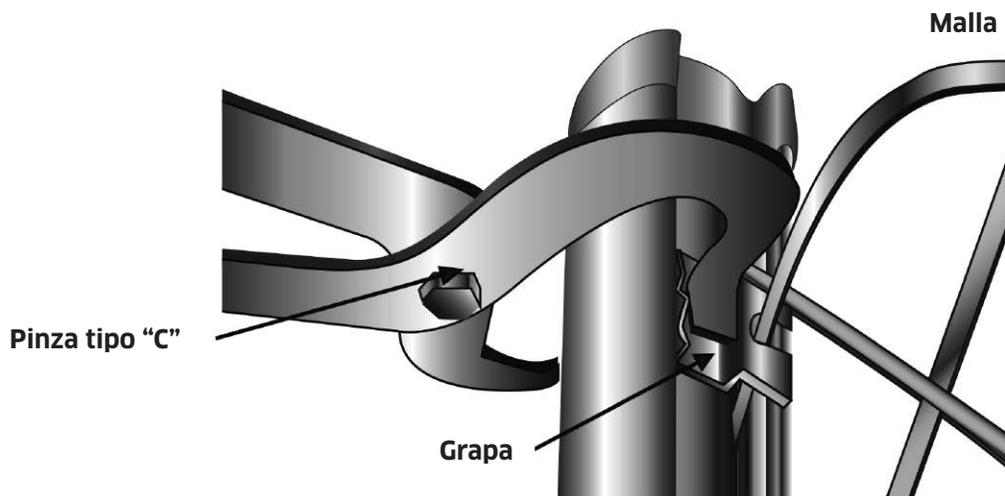

Figura 4.1
4.1 Utilizando la pinza tipo “C” (esta pinza es parte de las herramientas especializadas que Deacero ofrece) colocar las grapas rectas y ovales correspondientes de acuerdo al diseño **ver tabla A**, apretar fuertemente hasta que la grapa quede atrapada en la ranura y haga “click” (**ver figura 4.1**).